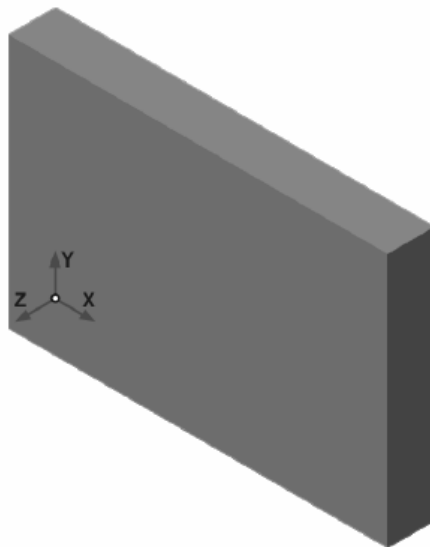

Рисунок 3.13
- Нажмите кнопку **Создать объект**  на Панели специального управления. В окне модели система выполнит построение основания. По умолчанию для отображения модели установлен режим **Каркас**. Включите режим полутонового отображения детали (Рисунок 3.13). Для этого нажмите кнопку **Полутоновое**  на панели **Вид**.